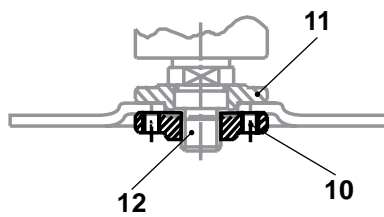

Fig. 15
- Disques fins (< 4 mm) et incurvés au centre : placez la bride de sorte que la partie saillante se trouve sur le côté opposé au disque (Fig. 15).